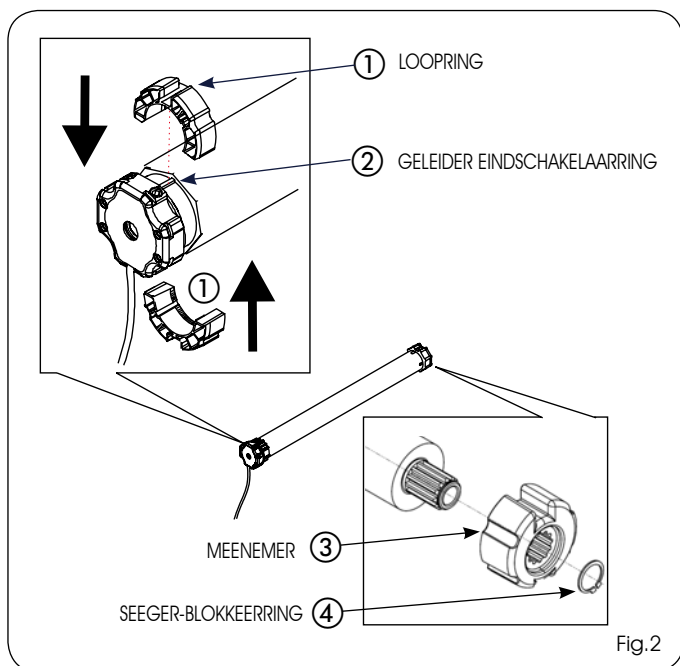

Fig.2
1) Steek het kransaanpastuk (Fig.2 ref.①) in de buisvormige motor, totdat deze helemaal op de geleider (Fig.2 ref.②) in de eindschakelaar zit.
2) Plaats het wielaanpastuk (Fig.2 ref.③) in de motoras en blokkeer hem met de meegeleverde seeger-ring. (Fig.2 ref.④)